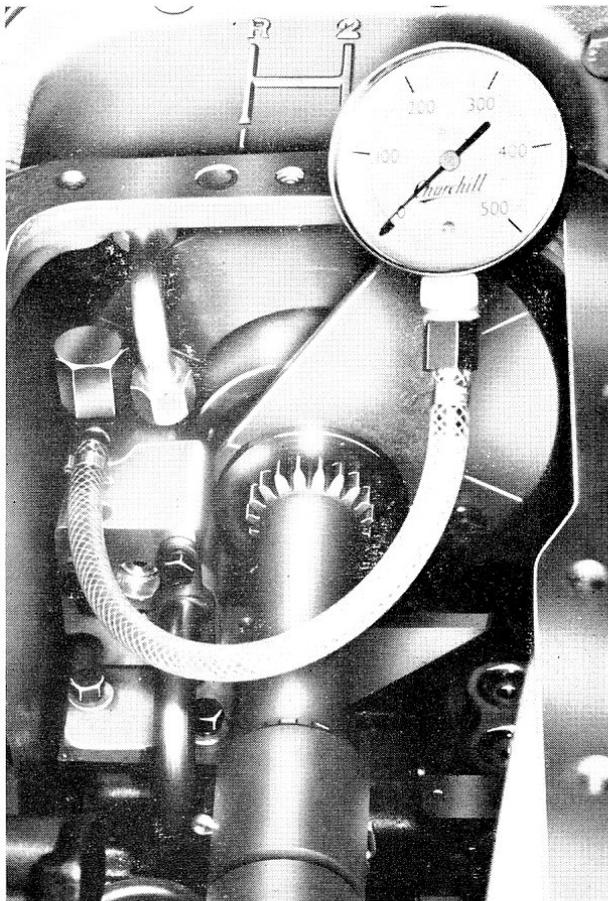

Fig. 18
- 4° Visser sur le raccord la tuyauterie et son manomètre [MF 260] (fig. 18).